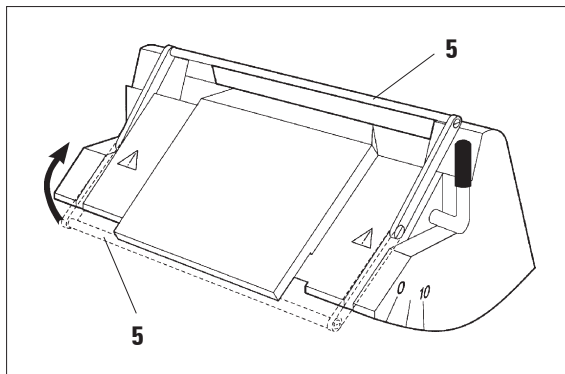

Fig. 4
Pour recouvrir le tranchant, rabattre vers le haut l'attache du protège-doigts (5) comme indiqué à la fig. 4.